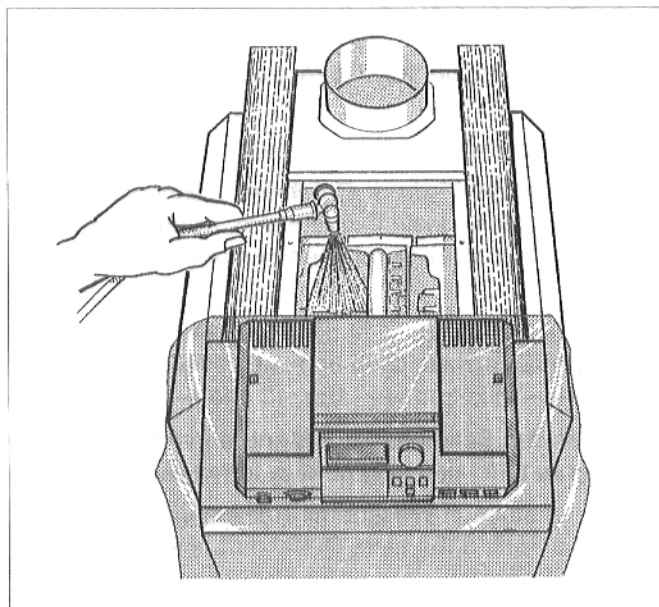

Abb. 42: Sprühreinigung
- Heizgaszüge von oben gleichmäßig mit dem Reinigungsmittel einsprühen (Abb. 42).